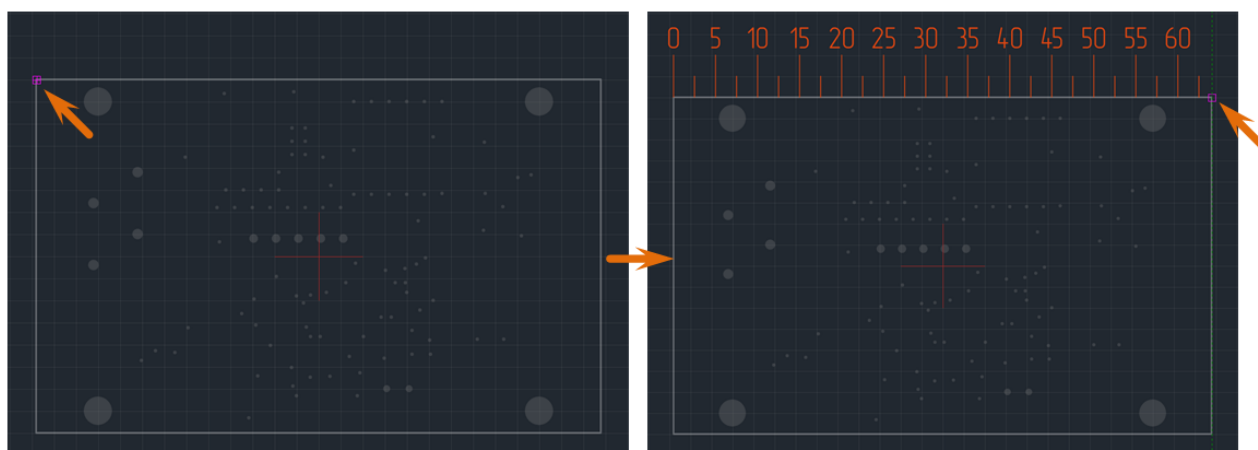

Рис. 423 Размещение линейки
4. Переместите курсор, возможный вид размерной линии будет отображаться на экране, см. Рис. 423.